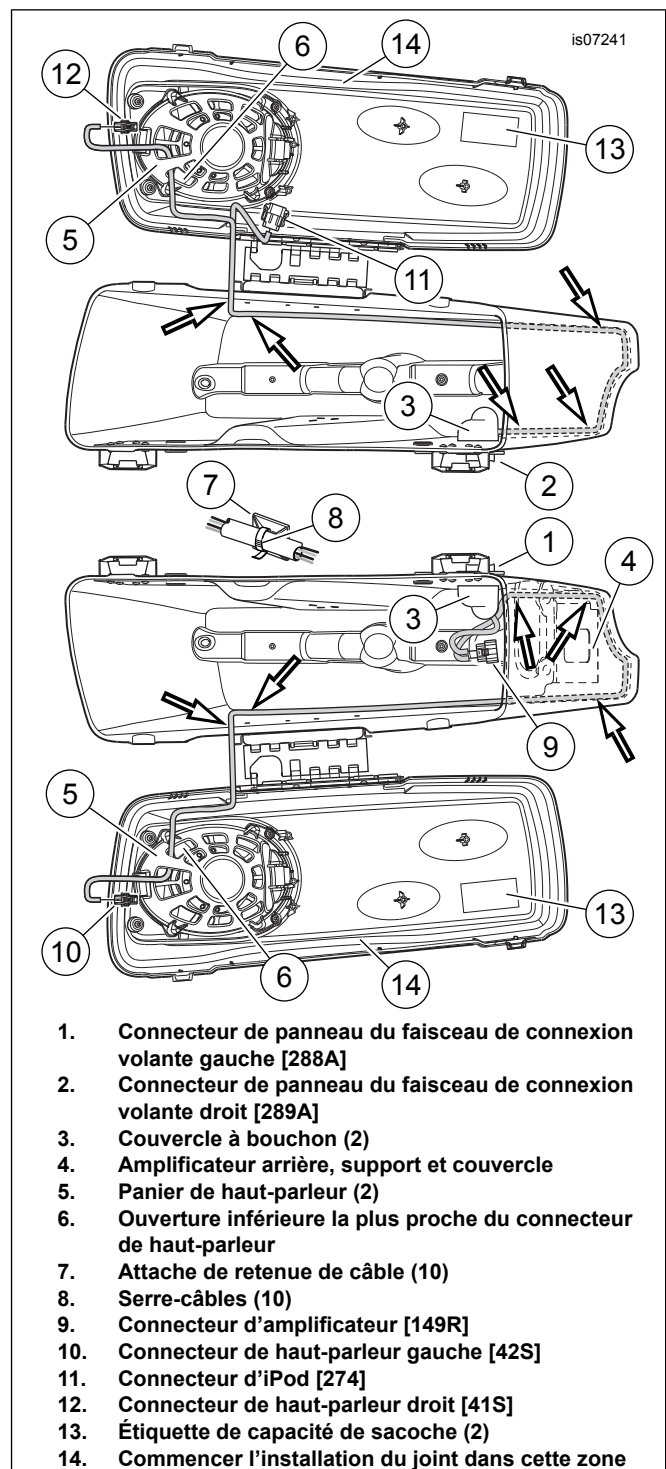
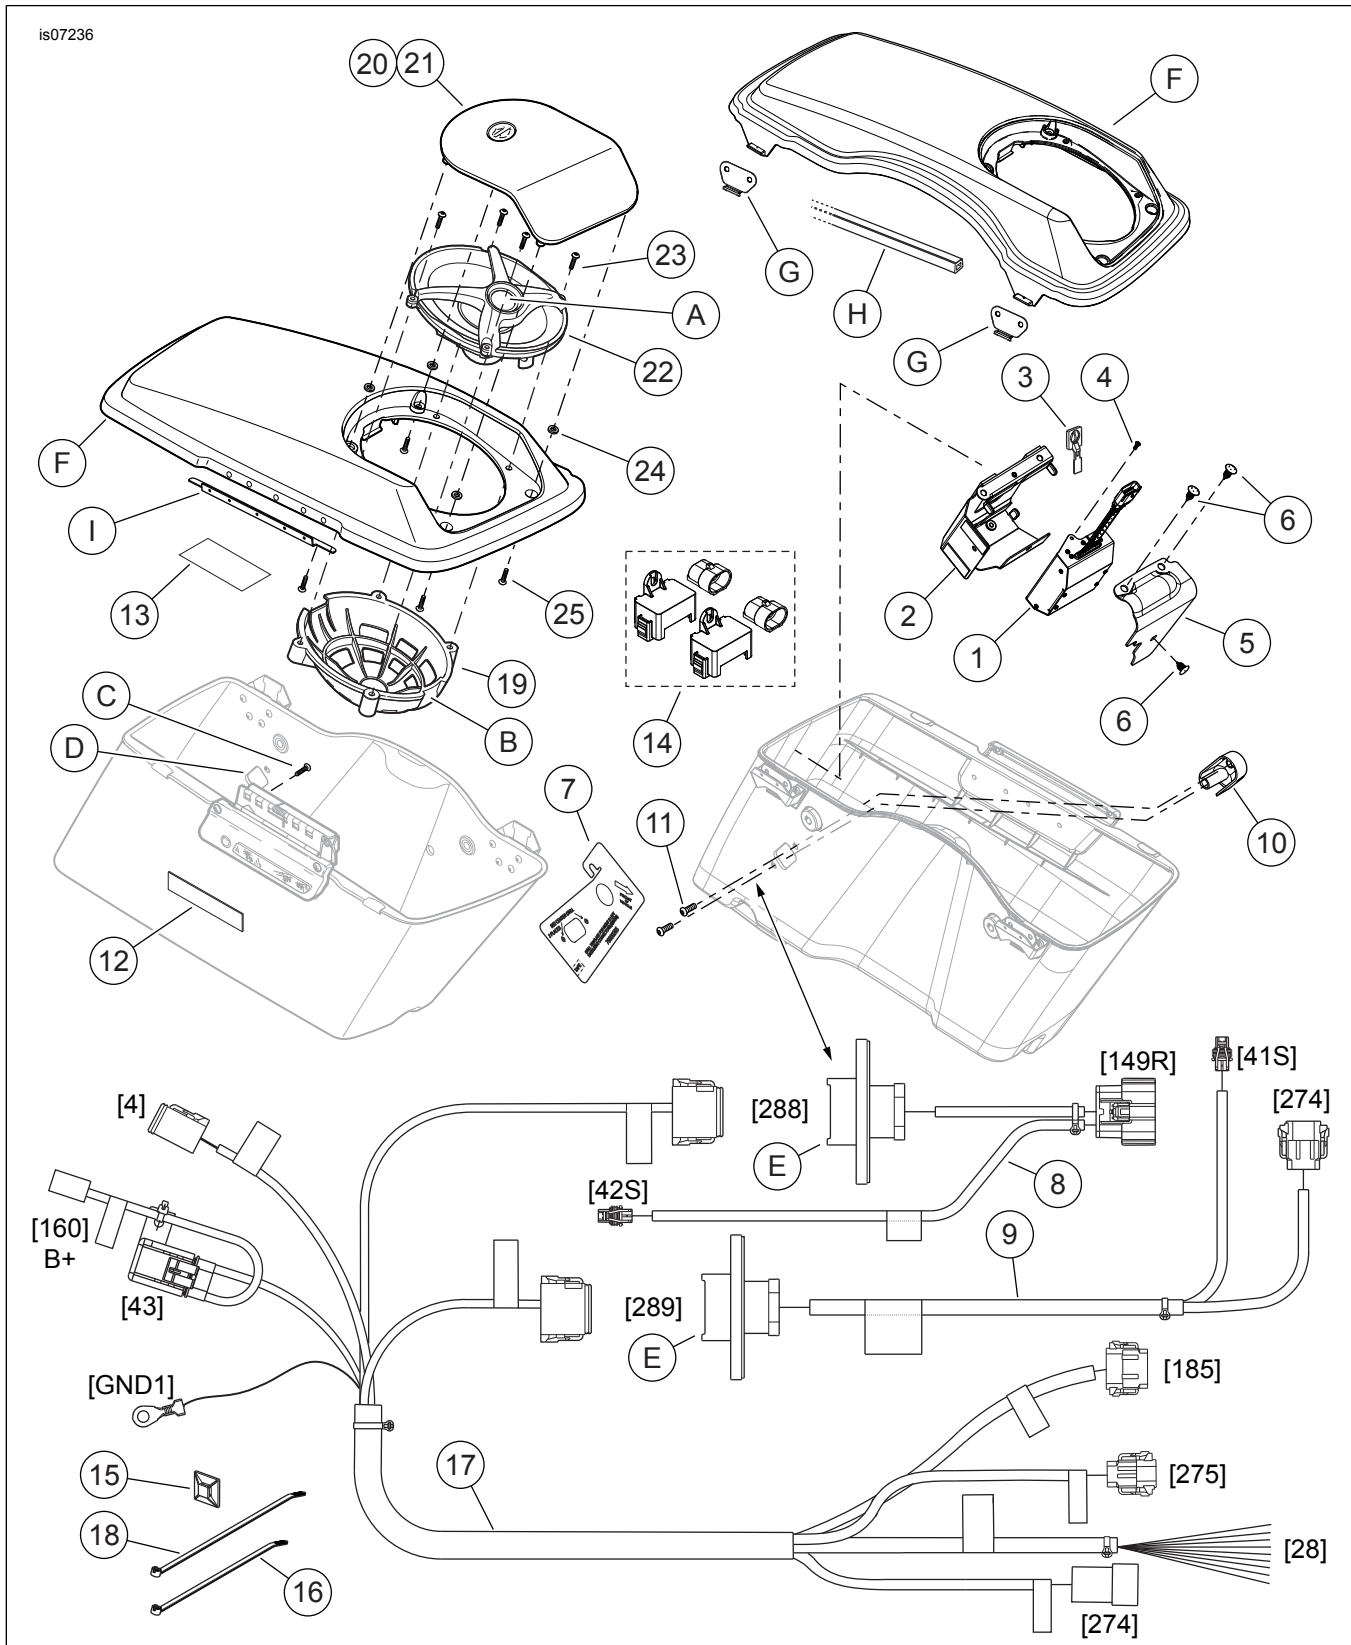

Figure 5. Acheminement des faisceaux à l'intérieur des sacs
Figure 7. Pièces détachées, kit d'expansion de haut-parleur CVO
10. Voir Figure 5. Installer le couvercle à bouchon (3) sur le connecteur de panneau (1) et le faisceau de connexion volante depuis l'intérieur de la sacoche. À partir de l'extérieur, introduire deux vis à travers la bride de connecteur et la paroi de sacoche, et dans les trous filetés du couvercle à bouchon. Serrer à un couple de 3,95–4,52 N·m (35–40 in-lbs). Poser le faisceau au fond de la sacoche.
- Commencer par installer le joint dans le centre du côté interne du rabat, à l'opposé de la charnière (voir Figure 5, élément 14).
2. Voir Figure 5. Acheminer le faisceau de connexion volante de haut-parleur de sacoche (installé dans la sacoche plus tôt) :
3. Acheminer le connecteur [42S] par l'ouverture inférieure (6) du panier de haut-parleur (5) la plus proche du connecteur de haut-parleur et le brancher sur le connecteur de haut-parleur.
4. Prendre cinq attaches de retenue de câble (7) et cinq serre-câbles (8) du kit. Retirer la garniture du support adhésif de chaque attache de retenue de fil et apposer sur les parois internes de la sacoche, à environ 25 mm (1 in) au-dessus du fond de la sacoche, tel qu'illustré. Attacher le faisceau de connexion volante sur les attaches de retenue de câble avec le serre-câbles.
5. Voir Figure 7. Prendre l'amplificateur arrière (1), le support (2), l'ancrage de goujon en T (3), la vis (4), le couvercle (5) et trois attaches à pousser (6) du kit.
8. Attacher l'amplificateur au support avec la vis (4).
- Voir Figure 5. Acheminer **les deux** branches du faisceau vers le bas, puis vers l'arrière autour de la paroi extérieure et vers le haut devant l'amarre du couvercle de sacoche vers le couvercle de sacoche.
2. Acheminer le connecteur [41S] (élément 12) par l'ouverture inférieure (6) du panier de haut-parleur (5) le plus proche du connecteur de haut-parleur et le brancher sur le connecteur de haut-parleur .
3. Fixer cinq attaches de retenue de fil (7) sur les parois intérieures de la sacoche, à environ 25 mm (1 in) au-dessus du fond de la sacoche tel qu'illustré. Attacher le faisceau de connexion volante aux attaches de retenue de fil avec les serre-câbles (8).
4. **Si un module iPod est monté au rabat de sacoche**, suivre les instructions plus loin dans ce document. **Si un module iPod N'est PAS monté au rabat de sacoche**, enrouler le branchement du connecteur [274] (11) du faisceau contre la paroi latérale du rabat de sacoche. Attacher le rouleau avec un serre-câbles (8). Utiliser une attache de retenue de fil (7) apposée au rabat pour prévenir tout dommage au connecteur ou à la sacoche.
1. Voir Figure 7. Prendre le faisceau audio (17) du kit.
2. Brancher le connecteur à douze fiches marqué « LH S'BAG 288 » (sacoche gauche 288) sur le réceptacle sur la sacoche gauche (voir Figure 5, élément 1). Le connecteur a une fonction de clavetage pour empêcher son montage incorrect. S'assurer d'entendre un « déclic ».
9. Voir Figure 7. Acheminer les quatre brins de la section avant du faisceau audio (17) à l'intérieur du carénage le long du chemin du faisceau d'interconnexion vers le haut et la gauche du carénage intérieur.